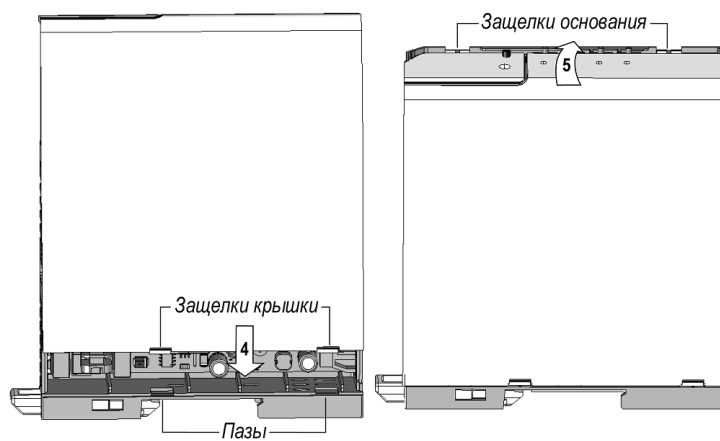

Рисунок 6.6 – Установка крышки прибора
- вставить защелки крышки в ответные пазы основания корпуса, сдвинув крышку до упора в направлении, указанном стрелкой **4** (см. рисунок 6.6);
- прижать крышку к основанию корпуса в направлении стрелки **5** (см. рисунок 6.6) до фиксации защелок основания в ответных пазах крышки.